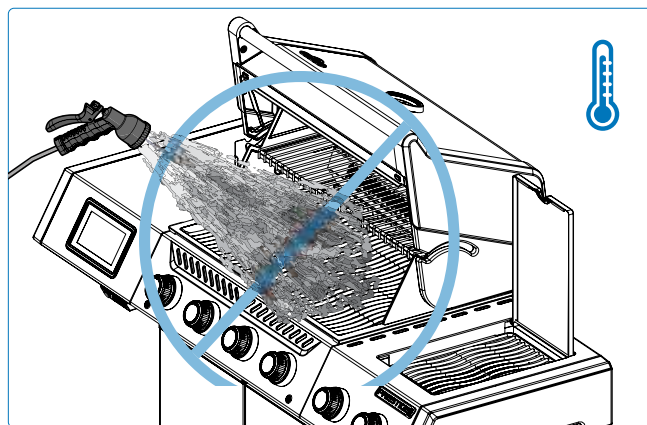

Fig. 20
1. N'éteignez jamais une flamme ni ne contrôlez les flambées avec de l'eau (**Fig. 20**).